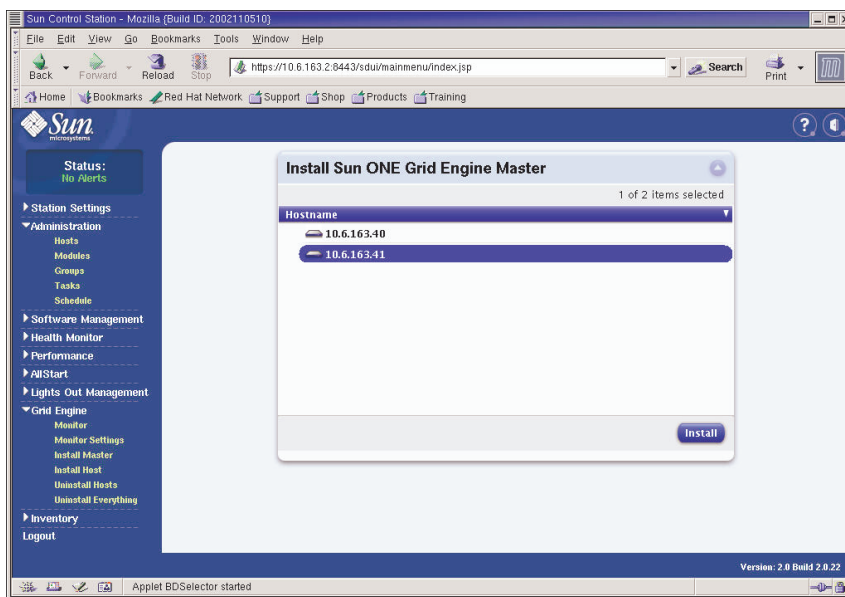

FIGURE 2-28 Fenêtre Install Sun ONE Grid Engine Master
4. Sélectionnez-y un nœud dans la liste des hôtes gérés pour l'utiliser comme l'hôte maître S1GEEEE (nœud maître de la grille). Voir l'exemple de la FIGURE 2-28.